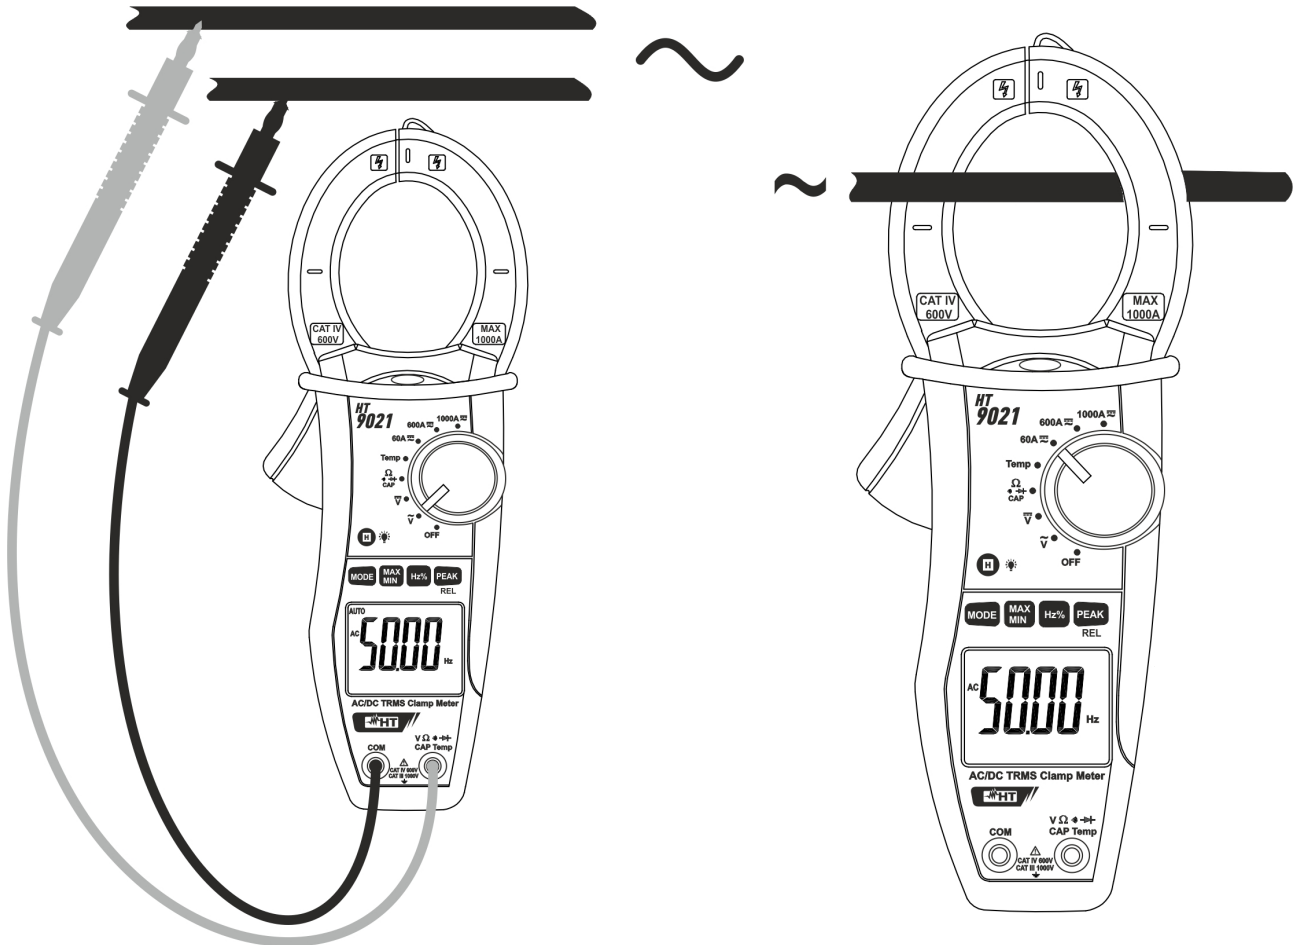

Fig. 10: Uso della pinza per misure di Frequenza e Duty Cycle
3. Inserire il cavo rosso nel terminale di ingresso $V\Omega\tilde{~}$ \rightarrow **CAP Temp** e il cavo nero nel terminale di ingresso **COM** (Fig. 10 – parte sinistra) per misura di frequenza con puntali. Inserire la pinza sul conduttore (Fig. 10 – parte destra) per misura di frequenza con toroide. Il valore della frequenza (Hz) o del duty cycle (%) è mostrato a display. Nella misura di frequenza e duty cycle la barra grafica analogica è disattivata